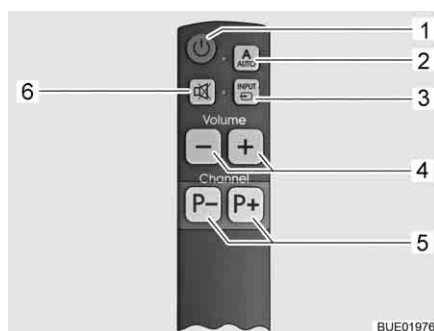

Bild 39 Vereinfachte Fernbedienung (optional)
- Taste AUTO (Bild 38,2 oder Bild 39,2) 1 Sekunde lang drücken. Fernsehgerät und Steuereinheit sind damit eingeschaltet.
- Programmwahltasten (Bild 38,4 oder Bild 39,5) drücken, bis das gewünschte TV-Programm gewählt ist.
- Taste INPUT (Bild 38,3 oder Bild 39,3) so oft drücken, bis die gewünschte Signalquelle ausgewählt ist.
- Um zur Satellitenkanal-Anzeige zurückzukehren, Taste INPUT (Bild 38,3 oder Bild 39,3) so oft drücken, bis die Signalquelle DVB-S2 ausgewählt ist.
- Taste AUTO (Bild 38,2 oder Bild 39,2) drücken.
- Taste Fernsehgerät Ein/Aus (Bild 38,1 oder Bild 39,1) drücken. Die Steuereinheit wird nicht eingeschaltet, die Antenne bleibt in Parkposition.
- Taste INPUT (Bild 38,3 oder Bild 39,3) so oft drücken, bis die gewünschte Signalquelle (z. B. DVD) ausgewählt ist.
- Zum Ausschalten des Fernsehgeräts Taste Fernsehgerät Ein/Aus (Bild 38,1 oder Bild 39,1) drücken.